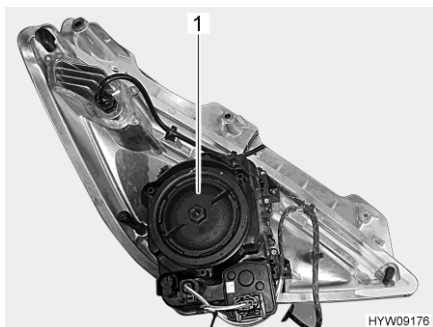

Fig. 230 Phare avant (côté arrière)
- Tourner le couvercle du boîtier (Fig. 230,1) dans le sens inverse des aiguilles d'une montre et le retirer.
- Poser le couvercle du boîtier (Fig. 230,1) et bien le visser dans le sens des aiguilles d'une montre.